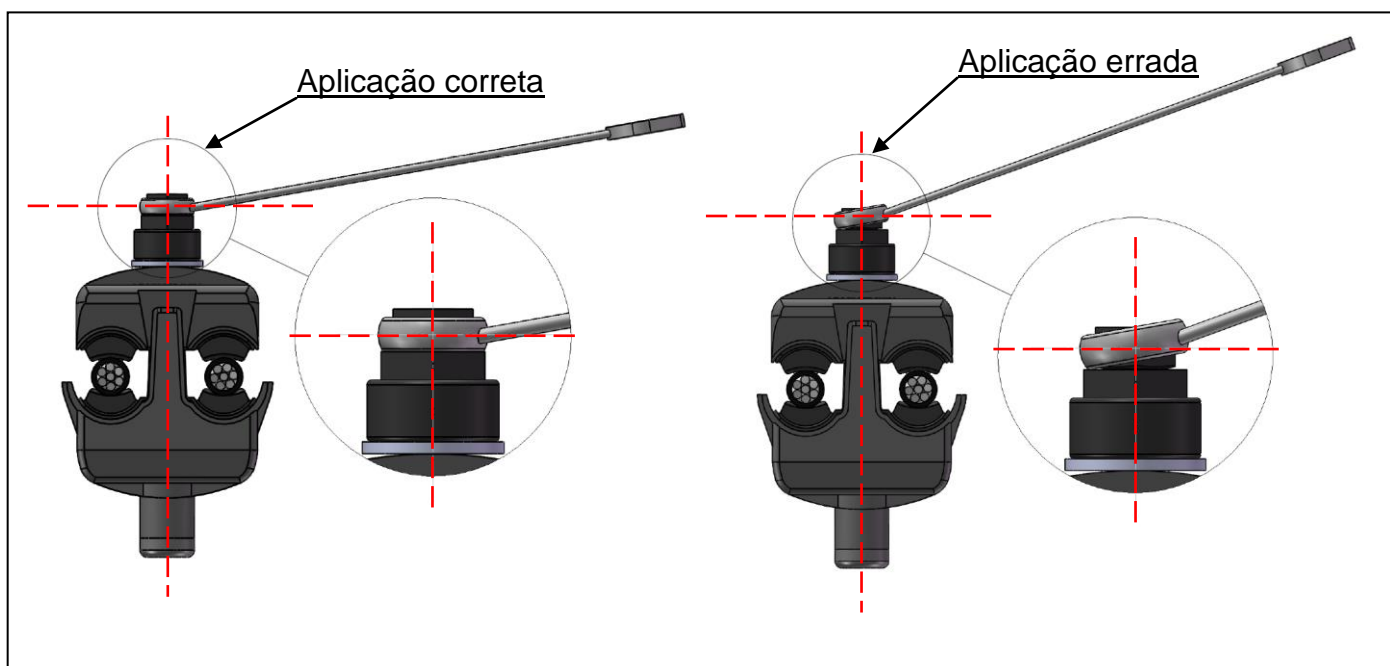

Figura 4
3.5 CUIDADO NA APLICAÇÃO DO PRODUTO PARA QUE A CHAVE ESTEJA SEMPRE PERPENDICULAR AO PARAFUSO, POIS MOVIMENTOS DE INCLINAÇÃO PODEM ROMPER A CABEÇA TORQUIMÉTRICA ANTES DO TORQUE ESPECIFICADO NA TABELA 1, CAUSANDO UMA APLICAÇÃO INEFICIENTE, VER EXEMPLO FIGURA 4.